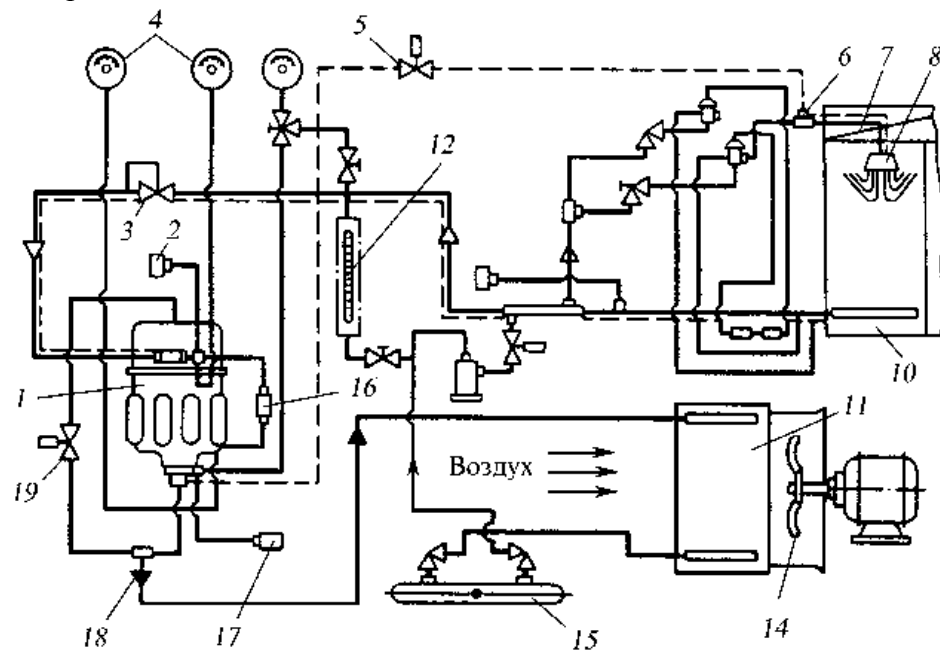

Рисунок 6 Тепловая схема холодильной машины типа ВР
6) Какой элемент обозначен под цифрой 1 тепловой схемы холодильной машины типа ВР (рисунок 6)?